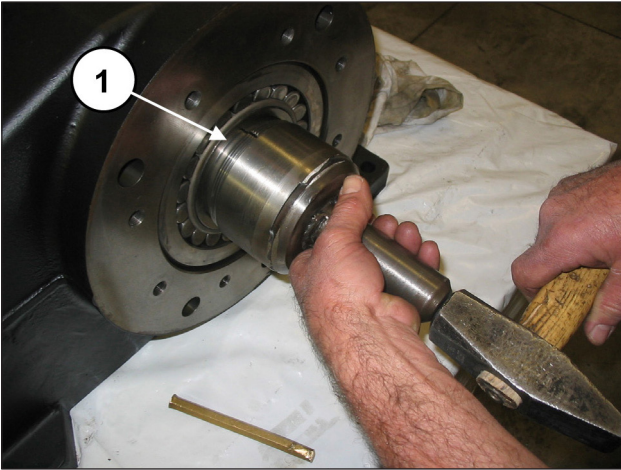
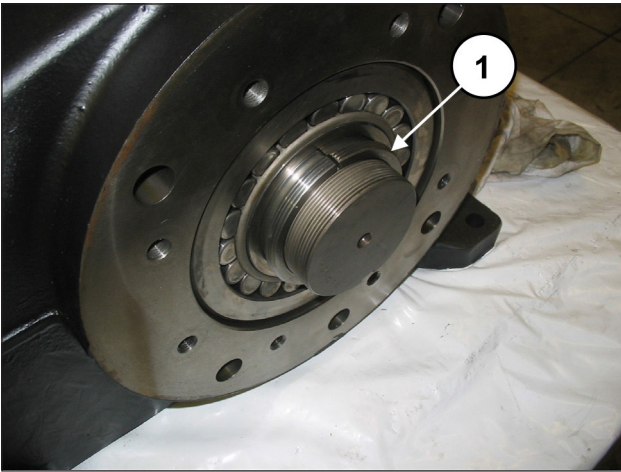

Fig. 49
Fig. 50
Pousser à fond la douille de pression sur l'arbre, du côté opposé à la PTO (rep. ①, Fig. 49 et Fig. 50).